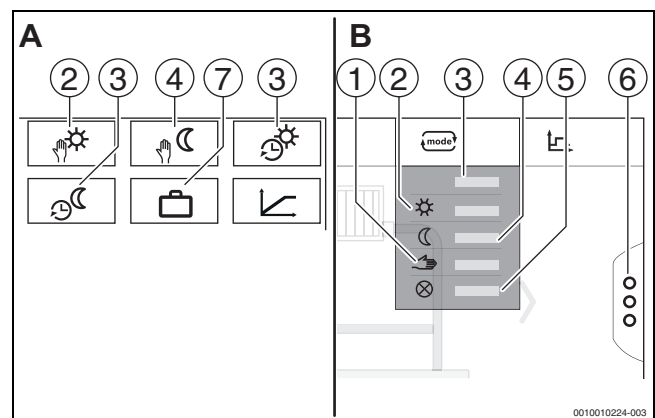
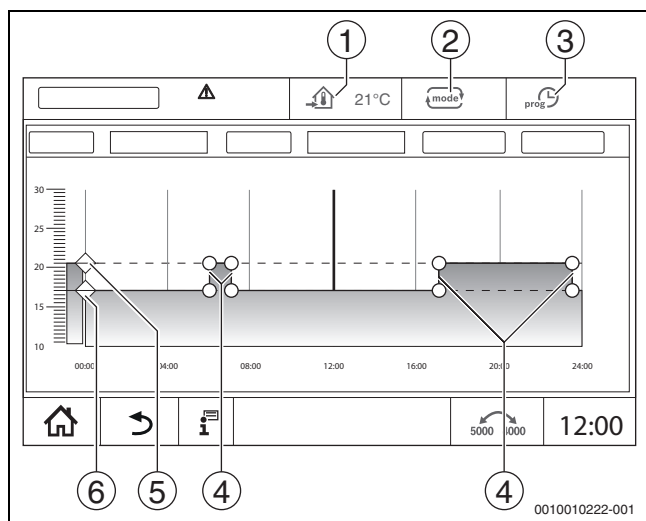

Bild 40 Ansichten Betriebsarten
Bild 41 Automatik Absenkbetrieb im Zeitprogramm ändern
Für die Betriebsarten (→ Bild 41, [2], Seite 67) und die erweiterten Funktionen (→ Bild 40, [6], Seite 40) können jeweils eigene Temperaturen und Umschaltkriterien eingestellt werden. Die Einstellungen können für jeden Heizkreis und jede Betriebsart separat vorgenommen werden.
- **Manuell Heizbetrieb** (→ Bild 40, [2])
- **Manuell Absenkbetrieb** (→ Bild 40, [4])
- **Urlaub** (→ Bild 40, [7])
Der **Automatik Heizbetrieb** wird über die Parameter in den Servicemenüs vordefiniert. Die Parameter lassen sich im Zeitprogramm ändern (→ Bild 41, [4], [5], Seite 67).
Der **Automatik Absenkbetrieb** wird über die Parameter in den Servicemenüs vordefiniert. Die Parameter lassen sich im Zeitprogramm ändern (→ Bild 41, [4], [6], Seite 67).
- ▶ Temperaturen durch Verschieben der Punkte (→ Bild 41, [5], [6]) ändern.